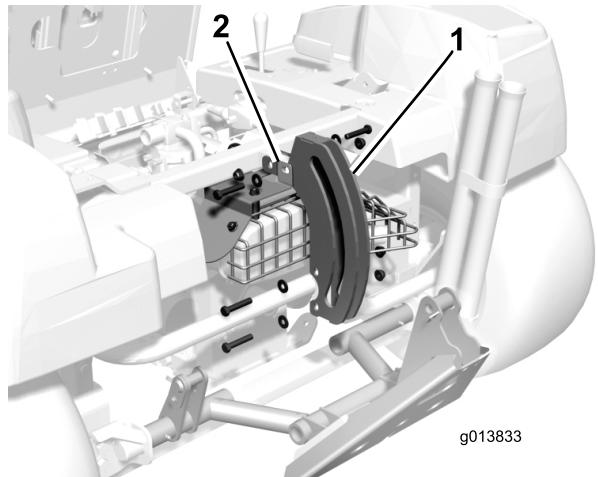

図 10
14. ローラ・プレートとマフラ・シールドの取り付けタブをフレームに固定する；先ほど外したボルト(4本)、ワッシャ、フランジ・ナットを使用する(図10)。シールド取り付け用の固定具すべてを本締めする。